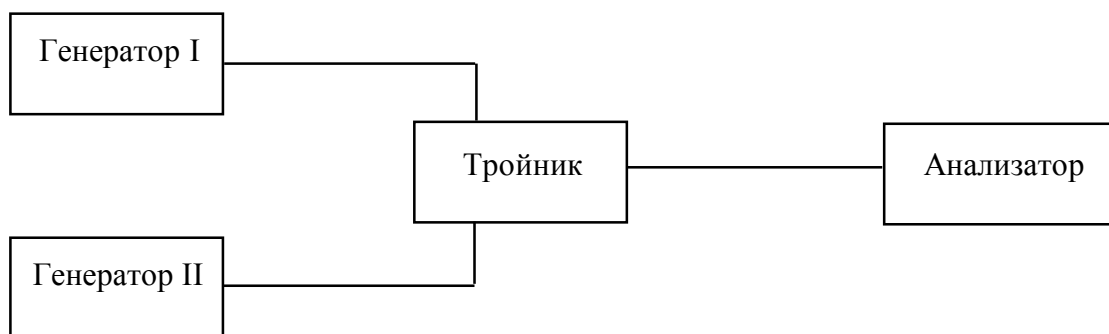

Рис. 7
10.5.12. Определение относительного уровня помех, обусловленных интермодуляционными искажениями третьего порядка, осуществляется по схеме рис. 7 измерением относительной мощности помех на частотах $2f_1 - f_2$, $2f_2 - f_1$, когда на вход анализатора поступают сигналы от двух генераторов приблизительно равные по мощности с частотой f_1 и f_2 .